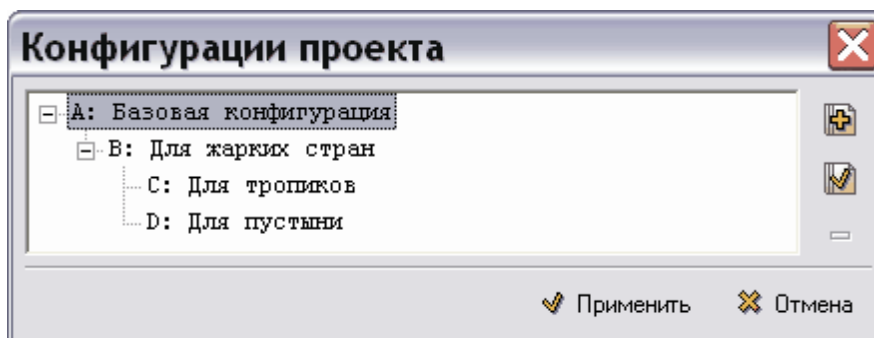

Рисунок 20
5) После ввода свойств конфигурации нажмите на кнопку **Применить**. Подобным образом создайте для конфигурации «В – Для жарких стран» две подконфигурации: «для тропиков» и «для пустыни» (рисунок 20). Не забывайте выделять ту конфигурацию, к которой происходит добавление.